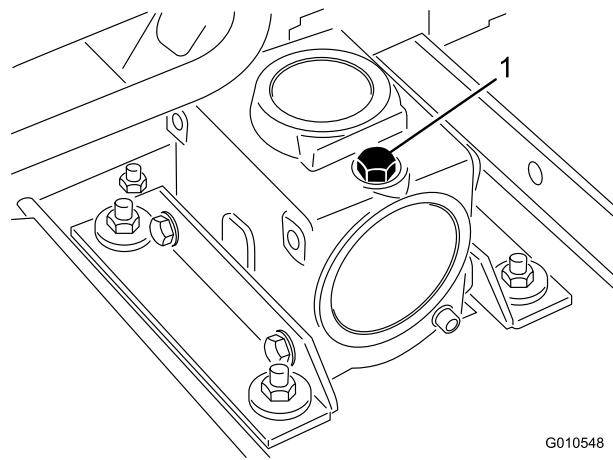

Bild 18
3. Nehmen Sie den Peilstab bzw. die Füllschraube oben am Getriebe ab (Bild 18) und stellen Sie sicher, dass der Schmiermittelstand zwischen den Markierungen am Peilstab liegt.